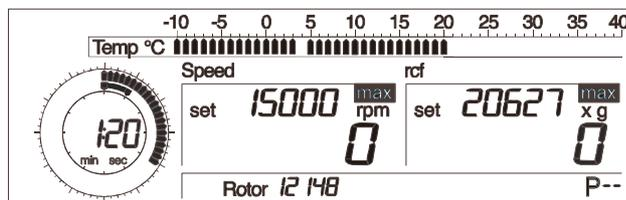

Fig. 5.16 :
- Si la température sélectionnée (= température de consigne) est inférieure à la température réelle, la température de consigne est indiquée par une barre clignotante sur l'échelle de température (Fig. 5.16).